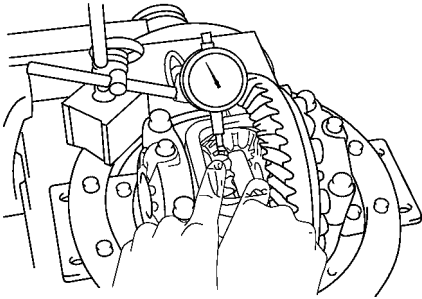

图 14-138 测量侧齿轮的齿隙
(7) 检查侧齿轮的齿隙（2 小齿轮型式）。握住一个朝向差速器壳的小齿轮，测量侧齿轮的齿隙，如图 14-138 所示。